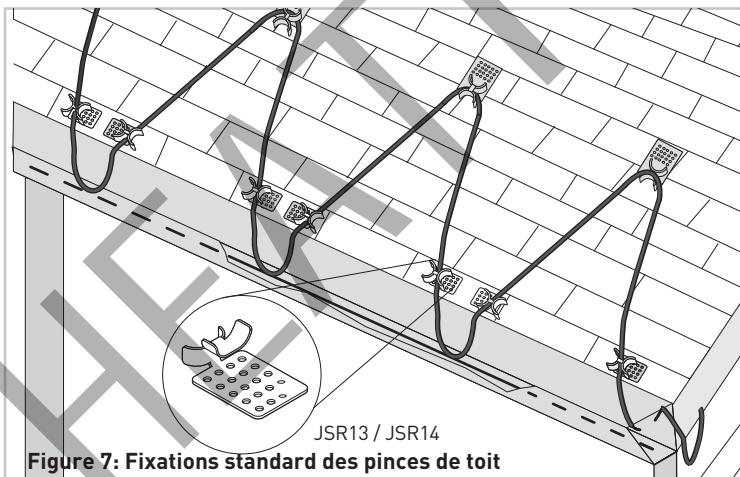
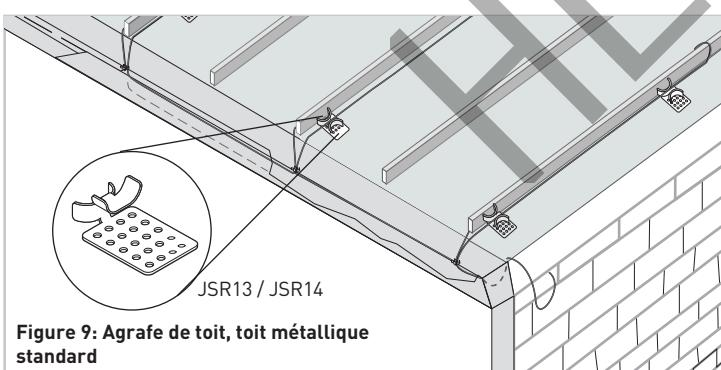

Figure 7: Fixations standard des pinces de toit
Figure 9: Agrafe de toit, toit métallique standard
- Les attaches de toit peuvent être fixées à un Toit de bardeaux ou en bardage à l'aide de clous ou de vis, tel qu'illustré à la figure 7. Les attaches de toit peuvent être fixées à un toit métallique à l'aide de vis, de clous ou d'adhésif, tel qu'illustré à la figure 9. (Voir les instructions d'installation pour plus de détails.) Refermer les trous de clou ou de vis si nécessaire avant d'installer le câble chauffant dans les clips.